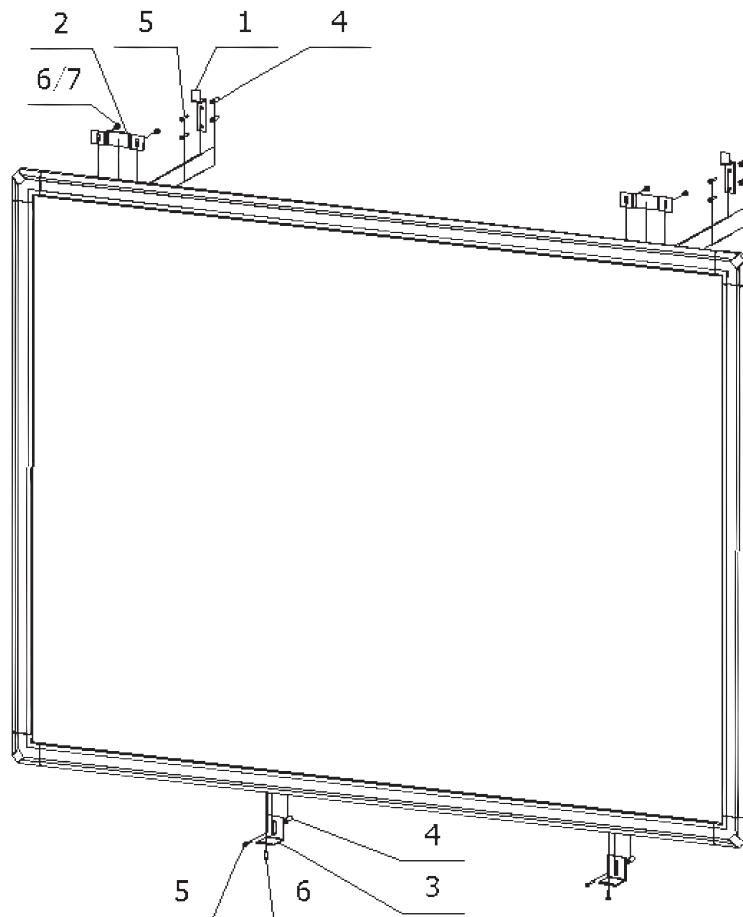

Bild 1: Wandhalterungen
8. Stellen Sie die Wandhaken (Element Nr. 3) mit zwei selftschneidenden Schrauben (Element Nr. 6) ein, wie in Bild 1 dargestellt, um die Tafel richtig zu montieren.